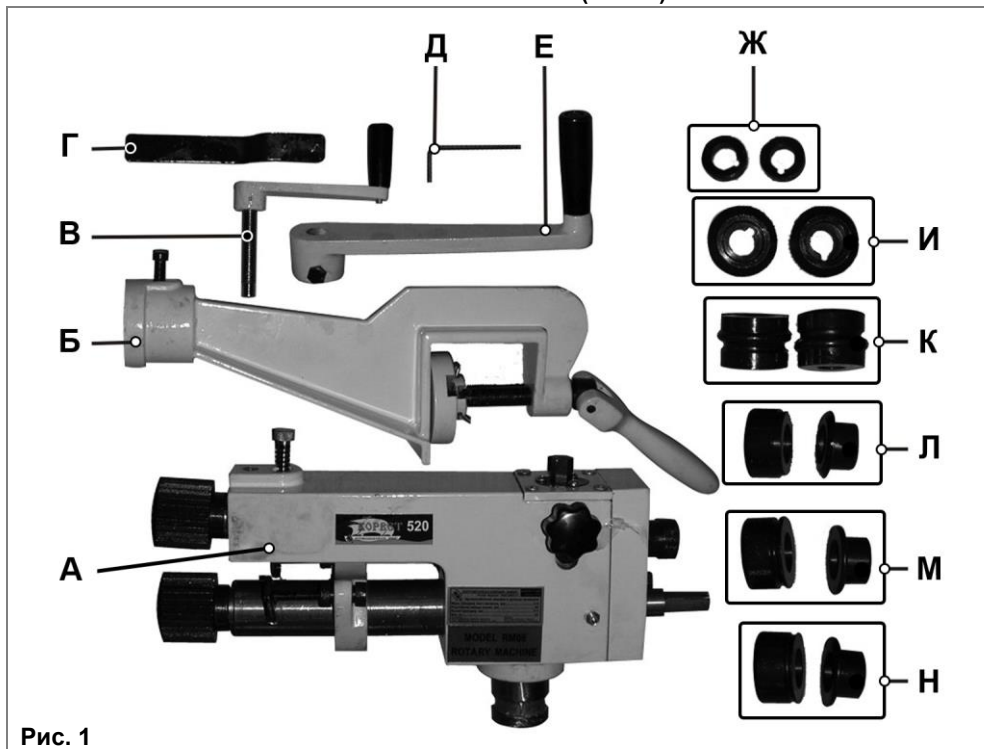

Рис. 1
## 3. КОМПЛЕКТНОСТЬ (Рис. 1)
8.4.1. Отверните шестигранным ключом (Д) (Рис. 1) винт стопорной пластины (4).
8.4.3. Заверните шестигранным ключом (Д) (Рис. 1) винт стопорной пластины (4).